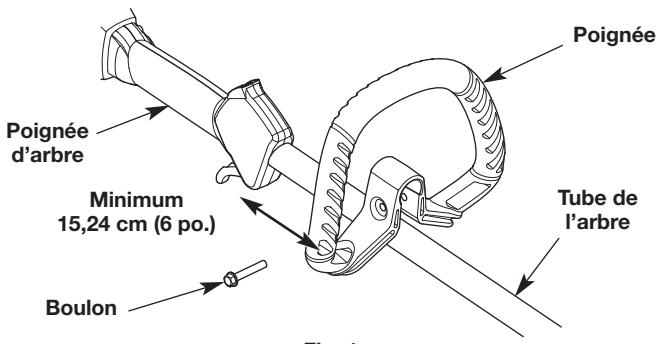

Fig. 1
1. Poussez la poignée sur le tube de l'arbre (Fig. 1). Le trou dans la poignée destiné au boulon doit être orienté vers la droite.
2. Insérez le boulon dans son trou et poussez-le à travers (Fig. 1). Vissez le boulon avec une douille de 9,50 mm (3/8 po), mais sans le serrer complètement.
3. Tout en tenant l'appareil en position d'utilisation déplacez la poignée à la hauteur vous assurant la meilleure prise en main. Placez-la à 15,24 cm (6 po.) au moins de l'extrémité de la poignée d'arbre (Fig. 1).
1. Desserrez le boulon avec une douille de 9,50 mm (3/8 po) (Fig. 1).
2. Tout en tenant l'appareil en position d'utilisation déplacez la poignée à la hauteur vous assurant la meilleure prise en main. Placez-la à 15,24 cm (6 po.) au moins de l'extrémité de la poignée d'arbre (Fig. 1).